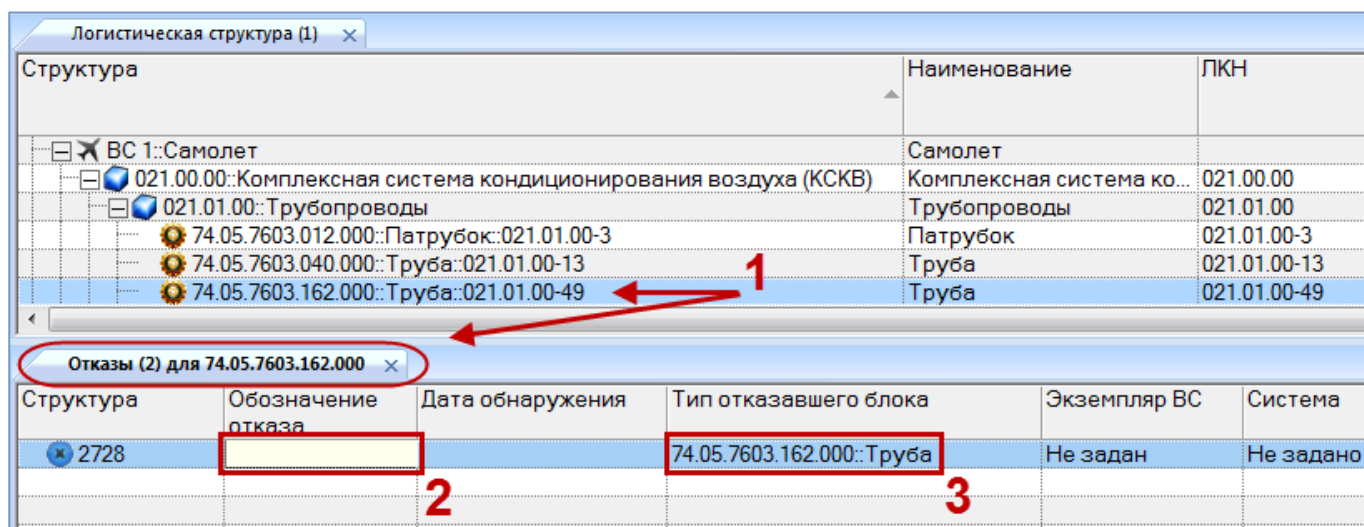

Рис. 13-290 – Создание отказа в окне связанных объектов
2) Выбрать компонент в рабочем окне «Логистическая структура» и открыть окно связанных объектов «Отказы» для выбранного компонента (1 на рис. 13-290).
- 4) В окне связанных объектов «Отказы» для выбранного компонента появится новый отказ. Ввести «Обозначение» отказа (2 на рис. 13-290).
- 5) Связь отказа с компонентом будет создана автоматически (3 на рис. 13-290).